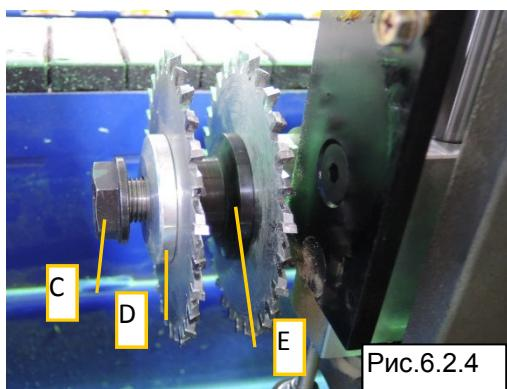

Рис.6.2.4
4. С помощью гаечного ключа ослабьте гайку С и поочередно снимите старый пильный диск, фланец D, распорное кольцо Е и второй пильный диск (Рис. 6.2.4).
ПРИМЕЧАНИЕ: запомните ориентацию фланца D и распорного кольца Е (Рис. 6.2.4).
5. Установите новый пильный диск, распорное кольцо Е, второй пильный диск, фланец D и зафиксируйте их положение с помощью гайки В (Рис. 6.2.4).
ПРИМЕЧАНИЕ: при установке соблюдайте правильную ориентацию фланца D и распорного кольца Е (Рис. 6.2.4).